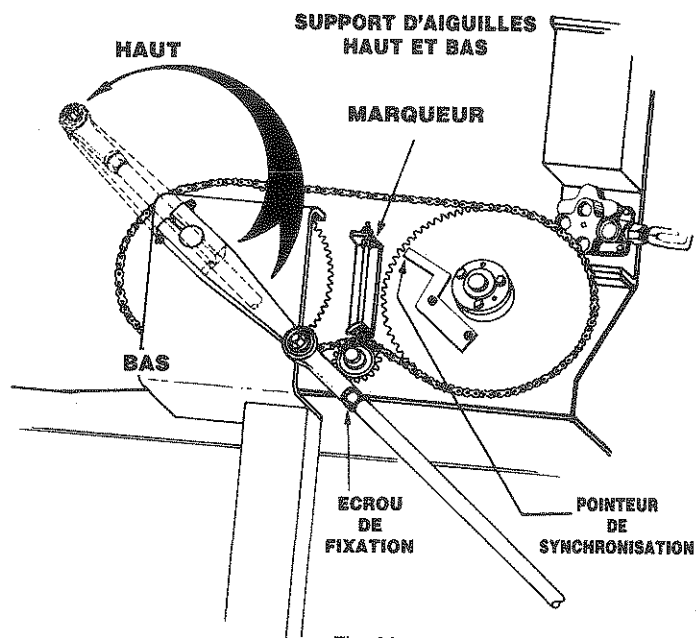

Fig. 20
5. Ajuster la hauteur des aiguilles en desserrant les boulons de fixation sur les arbres de transmission de support d'aiguilles, Fig. 20. Tourner les arbres vers la droite ou vers la gauche, pour obtenir le réglage voulu. Veiller à un réglage global pour que le poids soit bien réparti au point mort (haut).